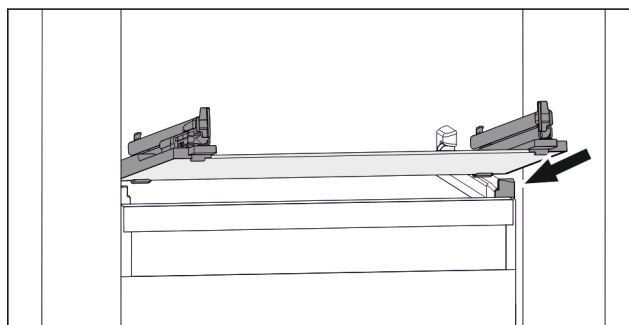

Fig. 109 Przykładowa prezentacja płyty szklanej
- Założyć płytę szklaną pod skosem za stoperami. (patrz Fig. 109)